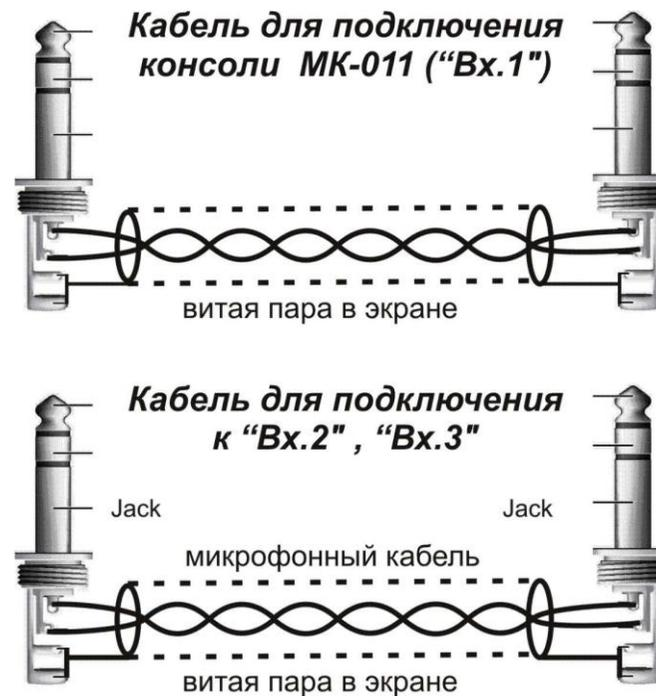

Рис.3
4.3. Распайка микрофонного кабеля для подключения консоли МК-011 ко входу усилителя мощности серии AS-50/AS-100/AS-210/AS-400/AS-600 представлена на рис.3. Подключение выполняется к симметричному входу усилителя с фантомным питанием 48(12)В.